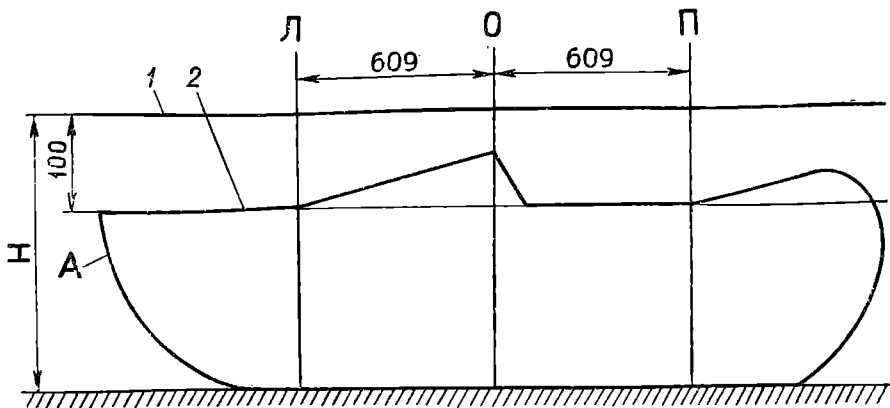

Рис. 100. Размеры экрана для регулировки фар.
3. Нанесите на экран (рис. 100) осевую линию О, лежащую в плоскости симметрии автомобиля. Симметрично осевой линии